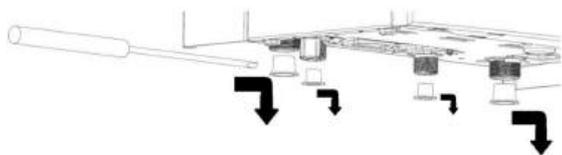

Рис. 34 Демонтаж транспортных заглушек
- Снимите транспортные заглушки с трубопроводов котла (рис. 34).